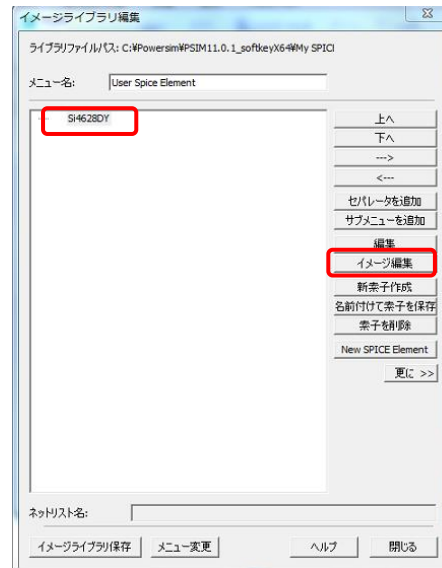

図 2-19 イメージライブラリ編集画面
- ・ イメージリストのタブ▼から素子イメージとして対応するものを選択します。OK を押すと次の図 2-19 のようにイメージライブラリ編集で新規の素子 “Si4628DY” が表示されます。